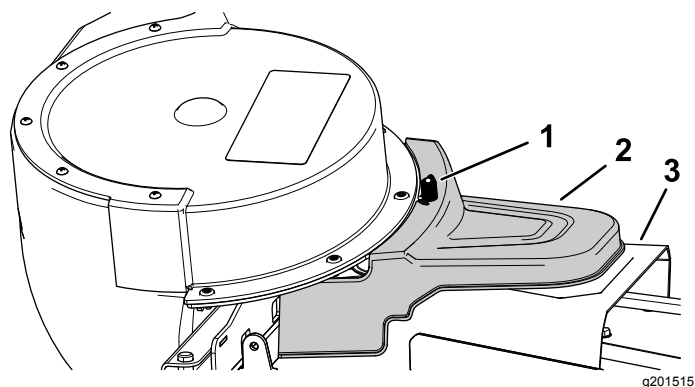

Figura 27
5. Instale a cobertura do depósito de recolha alimentado sobre a cobertura da polia e prenda-a apertando o manipululo (Figura 27).